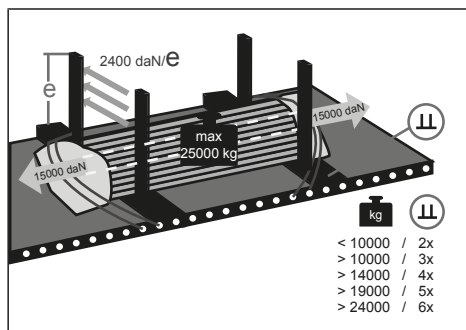

Рис. 8-20: Система Multi Fix
- ▶ Расположите стальные трубы между вертикальными опорными балками на накладных балках (см. "Рис. 8-20: Система Multi Fix", стр. 160).
- ▶ Разместите защитную сетку на концах стальных труб (см. "Рис. 8-20: Система Multi Fix", стр. 160).